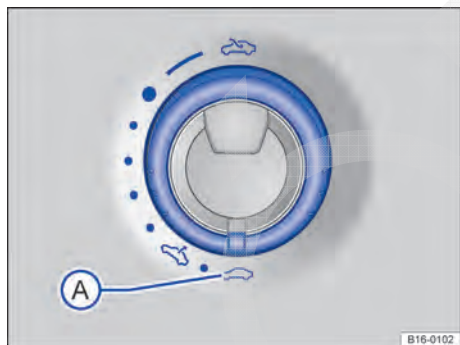
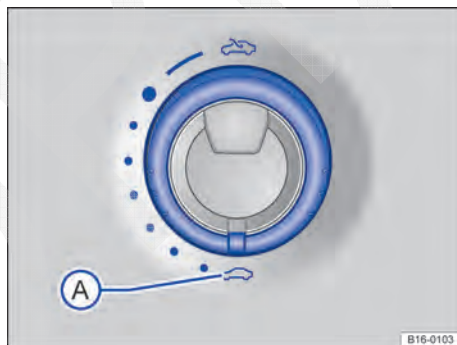

Fig. 42 No revestimento do teto: interruptor para o teto solar (variante 1).
Fig. 43 No revestimento do teto: interruptor para o teto solar (variante 2).
- Girar o interruptor ⇒ Fig. 42 Ⓐ ou ⇒ Fig. 43 Ⓐ para a posição “Fechado”.